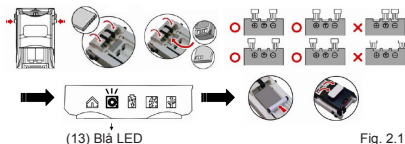

Fig. 2.1
Lav kontakt med batteriets ladekonnektorer indtil den blå LED (13) indikator tændes; fastgør derefter batteriet med bagpladens fastgørelsespal (8) eller dæksel (10) (se venligst Fig. 2.1).